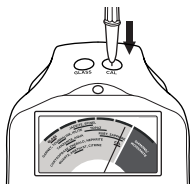

Fig. 1.4
- Appuyez l'embout de la sonde sur le disque de test étalonnage (CAL) situé à droite du voyant **(Fig. 1.4)**. Appuyez suffisamment pour que l'embout rentre complètement dans la sonde. L'aiguille devrait se déplacer et s'arrêter en deux ou trois secondes dans la zone rouge (de préférence au centre de cette zone) où 'CAL' est imprimé.